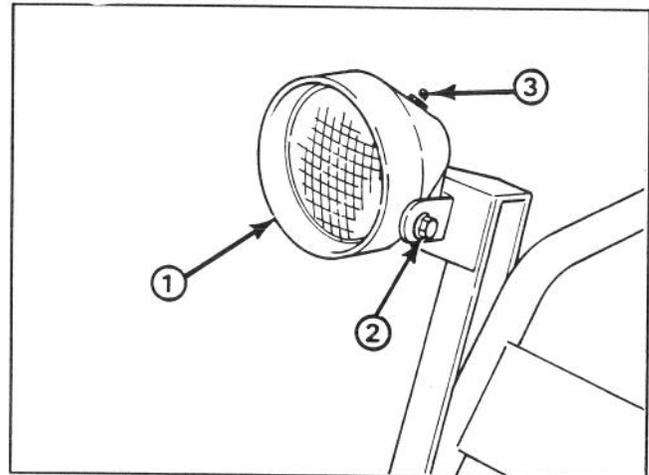

Figure 23
1. Orientez le phare dans la position désirée. S'il résiste, desserrez l'écrou de blocage (fig. 23).
3. Pour allumer le phare, appuyez sur l'interrupteur à poussoir figurant en haut du phare (fig. 23).